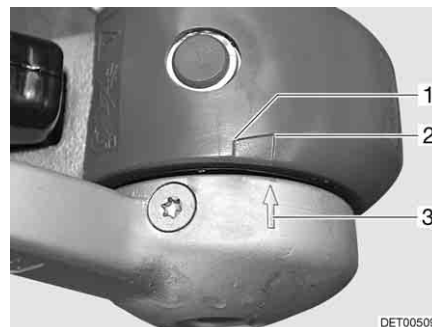

Fig. 210 Garnitures de friction
- Si la flèche se trouvant sur le disque de pression (Fig. 210,3) se trouve devant ou touche la zone témoin (Fig. 210,2), les garnitures de friction sont encore à l'état neuf.
- Si la flèche du disque de pression se trouve dans la zone témoin (Fig. 210,1 à 2), les coupelles de friction sont légèrement usées.
- Si la flèche du disque de pression se trouve à la fin de la zone témoin (Fig. 210,1) ou la dépasse, les coupelles de friction sont usées.